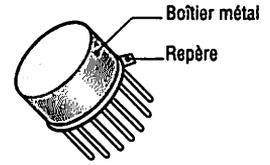

Fig. 5 : Boîtier TO 5 à 10 broches.
- boîtier TO5, c'est un boîtier très utilisé surtout pour les transistors, il possède 8 ou 10 broches (fig. 5) ;